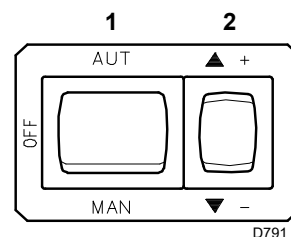
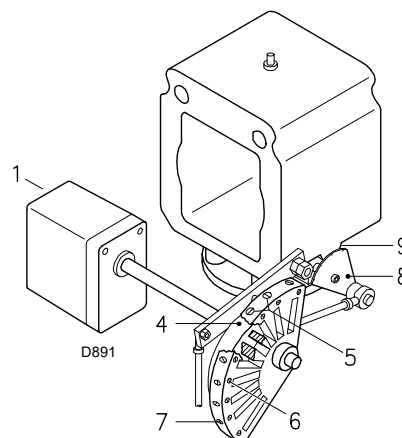
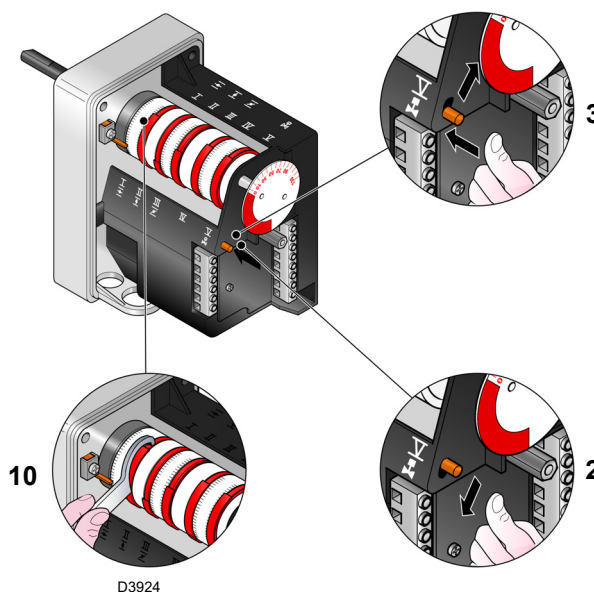
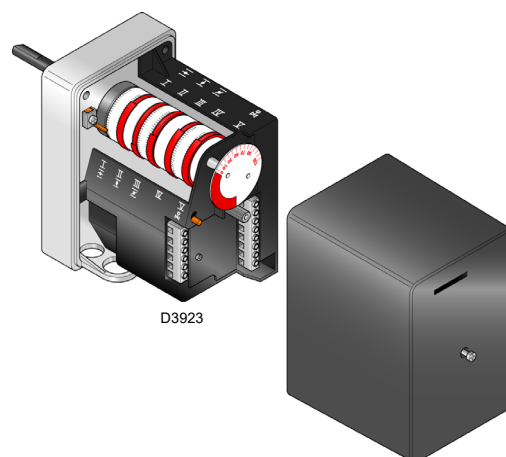

Fig. 35
Fig. 36
Fig. 37
Fig. 38
Fermer les thermostats/pressostats et mettre l'interrupteur de la Fig. 35 sur « MAN ».
Le réglage de l'air est effectué en modifiant l'angle de la came III) (Fig. 38, à la page 29) et au moyen du sélecteur 2)(Fig. 35, à la page 26).
Pour le réglage de la came du servomoteur, voir Fig. 37.
Appuyer maintenant sur le bouton 2)(Fig. 35, à la page 26) « augmentation de puissance » et le maintenir enfoncé jusqu'à ce que le servomoteur ait ouvert le volet d'air et le papillon gaz.
Le réglage de l'air est effectué en modifiant l'angle de la came I)(Fig. 38, à la page 29) et au moyen du sélecteur 2)(Fig. 35, à la page 26).
Légende (Fig. 36)
La puissance MIN. doit être choisie dans la plage de puissance reportée dans la Fig. 2, à la page 9. Appuyer sur le bouton 2)(Fig. 35, à la page 26) « Diminution de puissance » et le maintenir enfoncé jusqu'à ce que le servomoteur se mette (Fig. 37) sur le réglage effectué en usine.
Modifier progressivement le profil initial de la came mécanique 4) Fig. 36, en agissant sur les vis 5) (Fig. 36).
Remettre la puissance à 800 kW en agissant sur les vis 5) de la came mécanique (Fig. 36, à la page 27) et vérifier les émissions.
Le réglage est effectué en modifiant l'angle de la came III) du servomoteur (Fig. 38, à la page 29) et au moyen du sélecteur 2)(Fig. 35, à la page 26).
Pour l'éventuel réglage de la came III, voir Fig. 37.
Le passage d'une position à la suivante est obtenu en maintenant le bouton 2) enfoncé sur le symbole (+) ou (-) (Fig. 35, à la page 26). Appuyer légèrement sur le bouton 2)(Fig. 35, à la page 26) « Augmentation de puissance » afin que le servomoteur tourne d'environ 20°, voir index gradué servomoteur Fig. 37 et index gradué volets d'air 5)(Fig. 36 à la page 27).
Visser ou dévisser la vis 5) de la came mécanique (Fig. 36, à la page 27) choisie pour augmenter ou diminuer le débit de gaz de façon à l'adapter au débit correspondant d'air pour obtenir une combustion optimale.
Éteindre le brûleur en agissant sur l'interrupteur 1)(Fig. 35), position OFF, désolidariser la came mécanique I)(Fig. 38) pour séparer les engrenages du servomoteur, en appuyant et en déplaçant le bouton 3)(Fig. 37) vers le bas et vérifier plusieurs fois en tournant manuellement la came mécanique I)(Fig. 37) en avant et en arrière que le mouvement est souple et sans points durs.
Il est recommandé de fixer à nouveau la came mécanique 5)(Fig. 36 à la page 27) au servomoteur en déplaçant le bouton 3)(Fig. 37) vers le haut.
- 6s :** Démarrage du servomoteur : il tourne vers la droite de 130°, à savoir jusqu'à l'intervention du contact sur la came I (Fig. 38, à la page 29). Le volet d'air se positionne sur la puissance MAX.
- 80s :** Le servomoteur tourne vers la gauche jusqu'à l'angle établi sur la came III (Fig. 38, à la page 29) pour la puissance MIN.
- 112s :** Le volet d'air et le papillon gaz se positionnent sur la puissance MIN (avec la came III) (Fig. 38, à la page 29) à 30°.